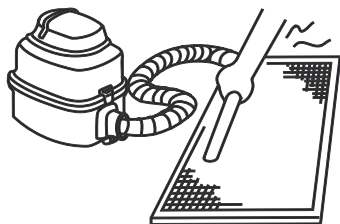

Fig. 5-13
- Ao usar um aspirador de pó, o lado da entrada de ar deve estar voltado para cima. (Consulte a Fig. 5-13)